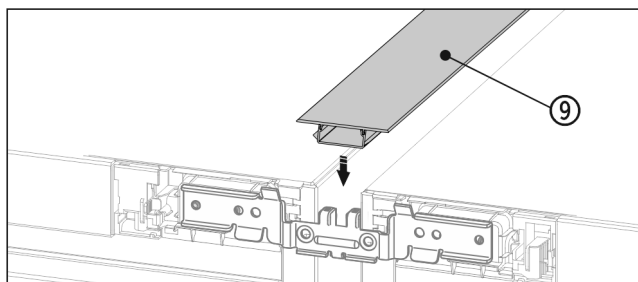

Fig. 20
- ▶ Press den korte listen Fig. 20 (9) inn i den vannrette spalten på oversiden.